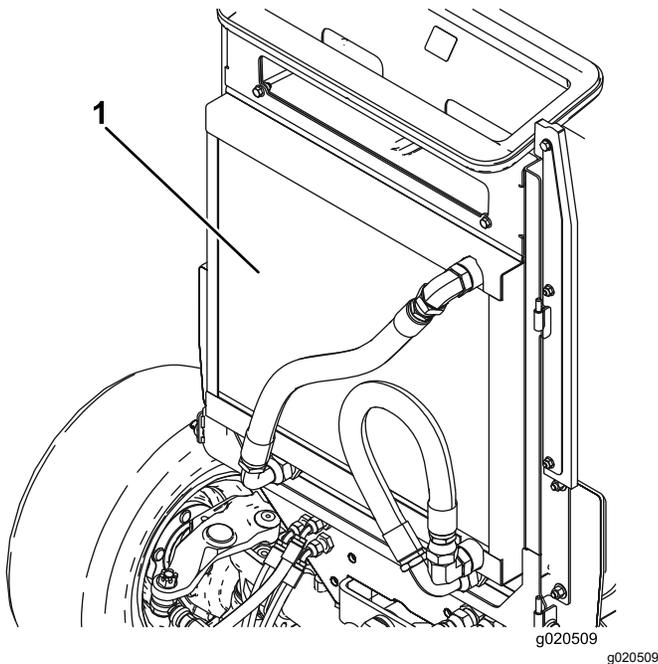

Figure 72
4. Nettoyez soigneusement les deux côtés du refroidisseur d'huile et du radiateur à l'air comprimé (Figure 72).